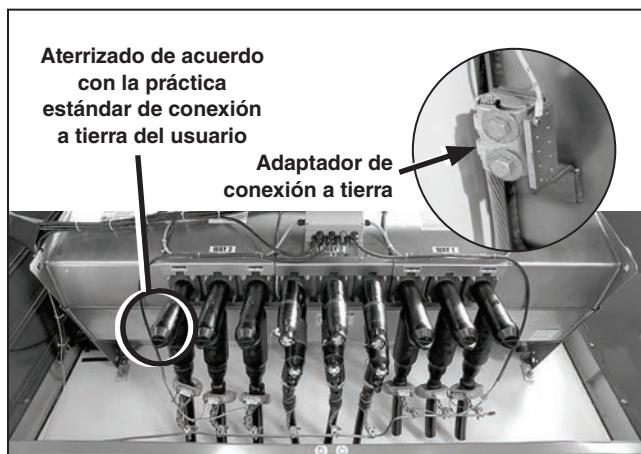

Figura 27. Enganche el cable de conexión a tierra G1 al tanque.
- (b) El cable de conexión a tierra G1 está etiquetado y ubicado en el compartimiento de baja tensión. Cuidadosamente inserte el cable G1 desde el compartimiento de baja tensión, a través del tubo de PVC en el gabinete principal. Conecte el cable de conexión a tierra G1 al ángulo de conexión a tierra de cobre ubicado en el tanque. Ver Figura 27.